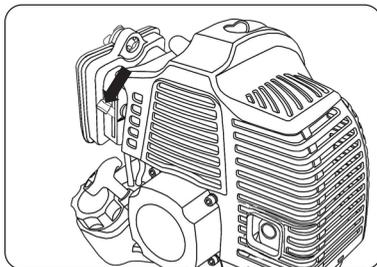

Рис.9
- Рычаг воздушной заслонки переведите вверх, в положение «Закрото» (Рис.9).